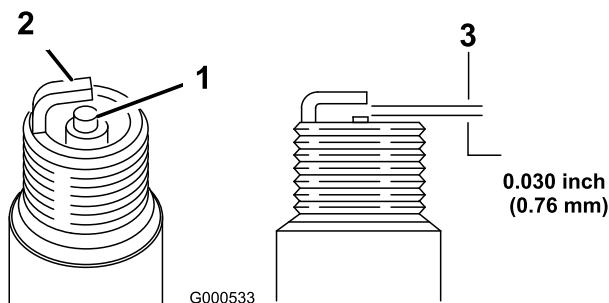

Figure 20
5. Réglez l'écartement des électrodes à 0,76 mm (0,030 po); voir Figure 20.